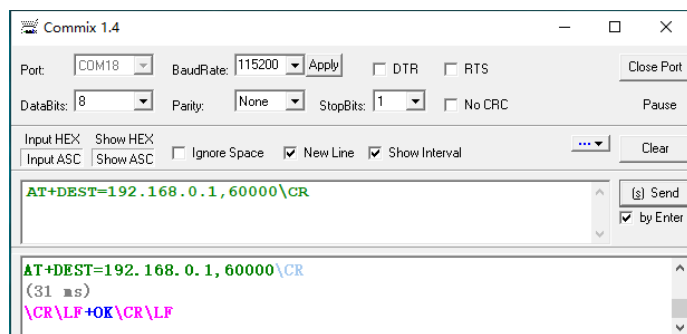

图 12-7 目标网络 IP、端口设置界面
5) 设置目标网络 IP、端口, 如图 12-7 所示, 目标 IP 设置为 192.168.0.1, 端口设置为 60000;
6) 如图 12-7 所示, 所有参数设置完成后, 退出 AT 指令模式, 程序自动返回透传模式。